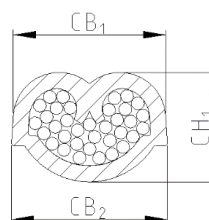

Bild 5 / Fig. 5
**** Neues Crimpdesign (siehe Bild 5)
**** New crimp design (see figure 5)